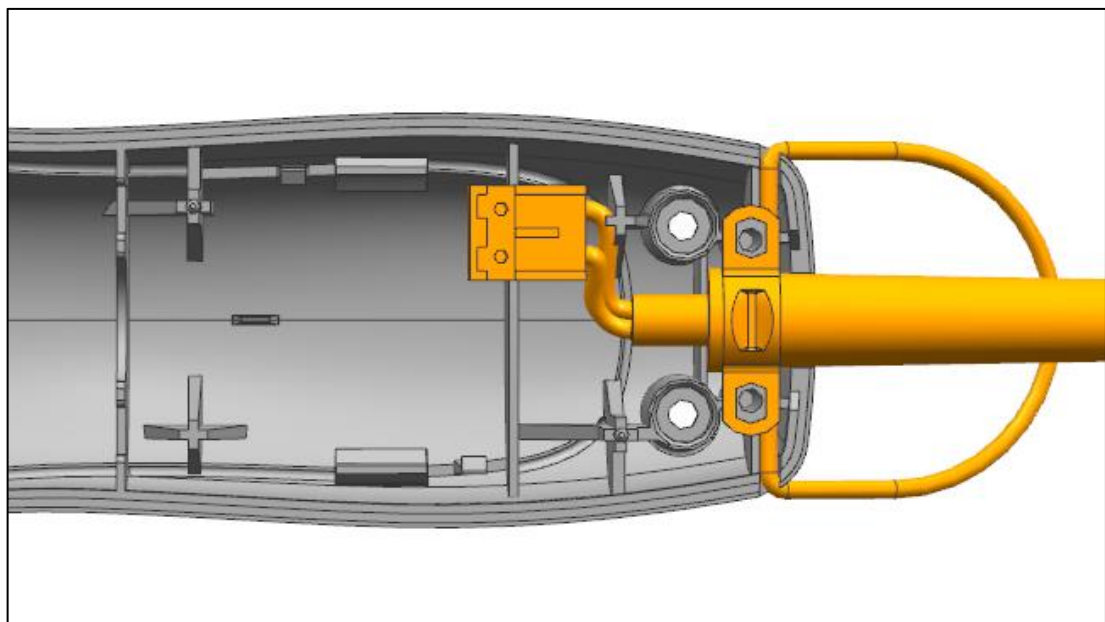

Abb. 21
- b) Nehmen Sie die Zugentlastung, das Kabel und Haltebügel ab (Abb. 21).